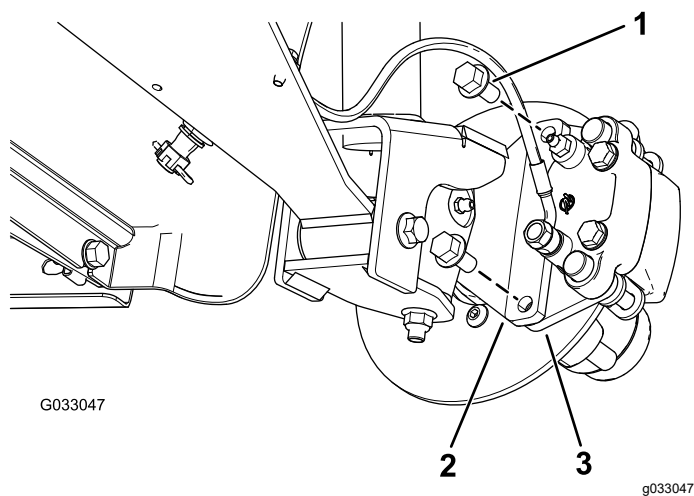
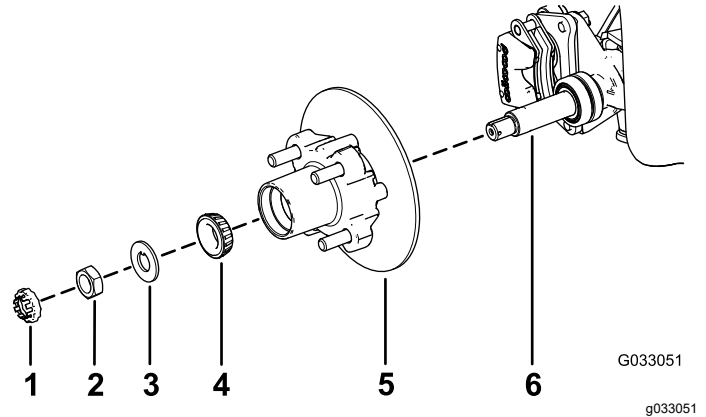

Figure 22
Figure 26
3. Retirez les boulons à embase ($\frac{3}{8} \times \frac{3}{4}$ po) qui fixent le support du frein à la fusée et séparez le frein de la fusée (Figure 22).
1. Appliquez une fine couche de la graisse spécifiée sur la fusée (Figure 26).
2. Montez le moyeu et le disque sur la fusée, en plaçant le disque à l'intérieur (Figure 26).
3. Montez le roulement extérieur sur la fusée et poussez-le contre la bague extérieure (Figure 26).
4. Placez la rondelle à languette sur la fusée (Figure 26).
5. Vissez l'écrou de fusée sur la fusée et serrez-le à 15 N·m (11 pi-lb) tout en tournant le moyeu pour asseoir le roulement (Figure 26).
2. Placez les plaquettes de frein de chaque côté du disque (Figure 22), puis alignez les trous du support d'étrier et les trous du support de frein sur le porte-fusée (Figure 26).
3. Fixez le support d'étrier au porte-fusée (Figure 22) à l'aide des 2 boulons à embase ($\frac{3}{8} \times \frac{3}{4}$ po).